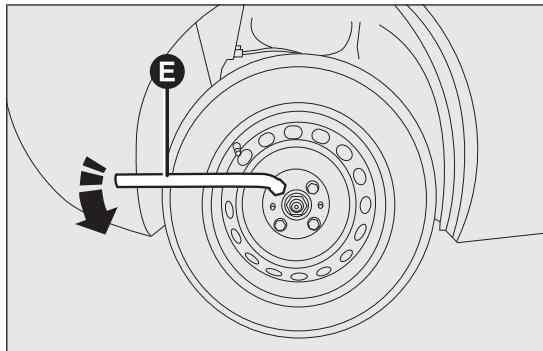

Abb. 98
- Mit dem beiliegenden Schraubenschlüssel E Abb. 98 die Radbolzen des zu wechselnden Rades um etwa eine Umdrehung lockern;